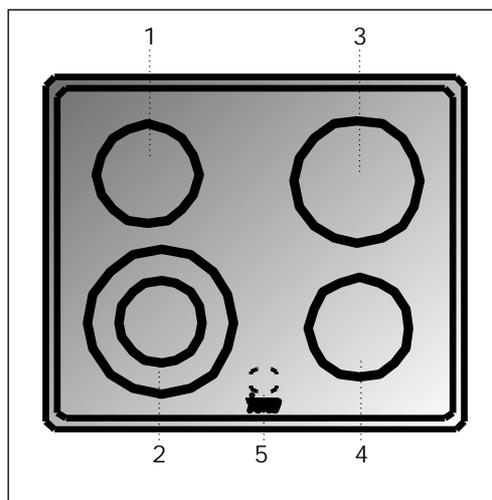

fig. 10
**Modelo VTC-521** (ver fig. 10)
### Emplazamiento de las encimeras de cocción (ver fig. 10)